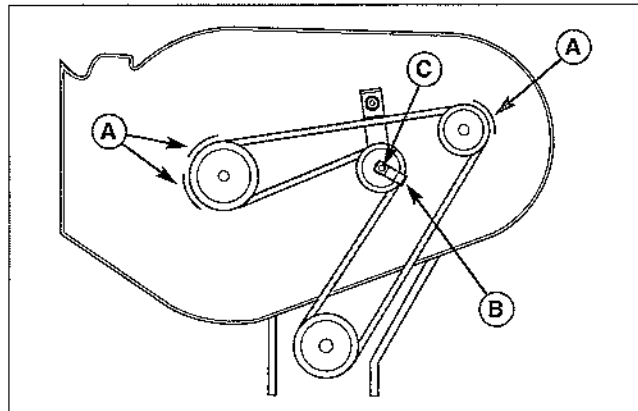

Figure 38. Cheminement de courroie de la tondeuse -
3. Desserrer les écrous de fixation des guides de courroie (A, Figure 38).
4. Noter l'emplacement du guide de courroie du galet tendeur (B). Desserrer la vis à tête du galet tendeur (C).
5. Retirer l'ancienne courroie des poulies et installer la neuve, comme illustré à la Figure 38.
6. Serrer la boulonnerie des guides de courroie (A).
9. Desserrer la vis à tête du galet tendeur (C).
10. Faire tourner le guide de courroie du galet tendeur (B) dans le sens horaire jusqu'à ce qu'il soit écarté de quelques degrés de la courroie.
11. Maintenir le guide de courroie en place tout en resserrant la vis à tête du galet tendeur (C).